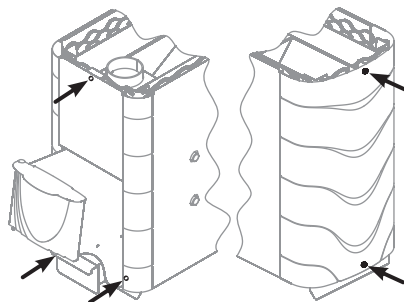

Рисунок 7. Винты для демонтажа конвектора печи «Тунгуска 2011»
2. Снять конвектор, открутив 5 саморезов (рисунок 7)